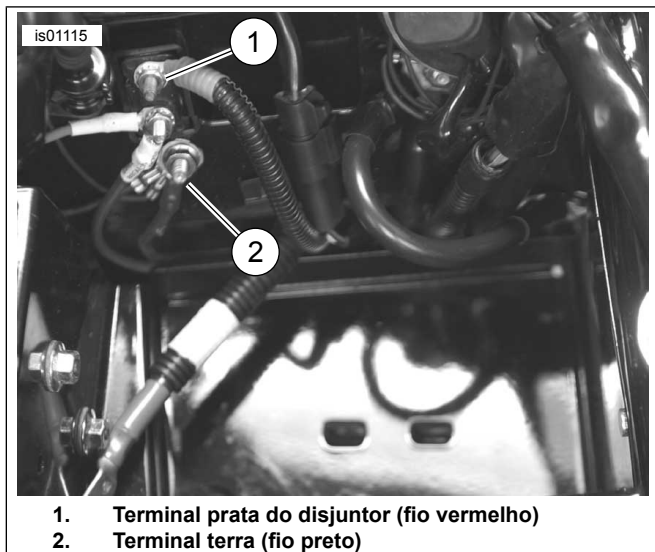

Figura 4. Conexões (com a bateria removida) - Modelos Touring ano 2003 ou anteriores (FLHTCU 2003 mostrado)
3. Veja Figura 4. Corte o fio preto do chicote de fios do Zumo para acessar facilmente o prisioneiro do terra (2). O prisioneiro do terra está localizado abaixo do disjuntor no espaço da bateria sob o assento.